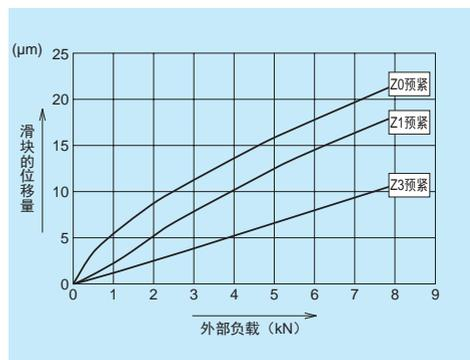

图 3.3 压缩方向的刚度 (SH35)
- 在图 3.3 是以 NH35 为例，表示对于自上而来的外部负载的滑块位移和预紧的关系。
NSK 直线导轨预紧的不同适用例如图 3.3 所示。请参照该表选择合适预紧。